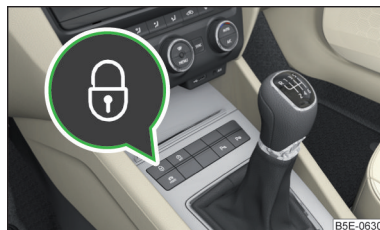

Fig. 32
- Pentru **încuiere/descuiere** apăsați tasta  » fig. 32.